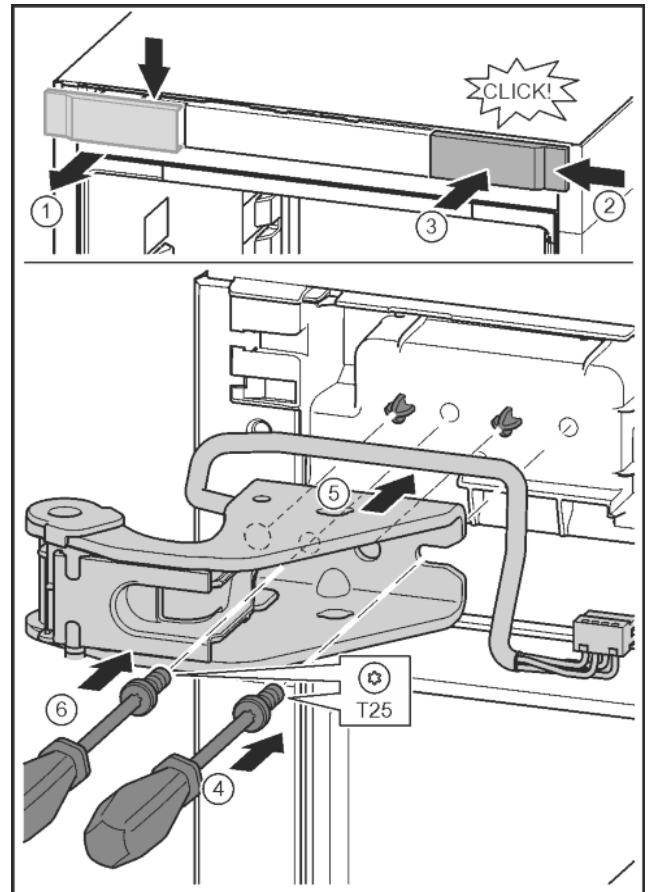

Fig. 27
- ▶ Крышку отсоединить с помощью отвертки и убрать в сторону. Fig. 27 (1)
- ▶ Навесить крышку, повернув ее на 180°, справа с другой стороны. Fig. 27 (2)
- ▶ Крышку зафиксировать. Fig. 27 (3)
- ▶ Установить винт отверткой T25. Fig. 27 (4)
- ▶ Установить верхний опорный кронштейн. Fig. 27 (5)
- ▶ Затянуть винт. Fig. 27 (4)
- ▶ Вставить и затянуть винт отверткой T25. Fig. 27 (6)